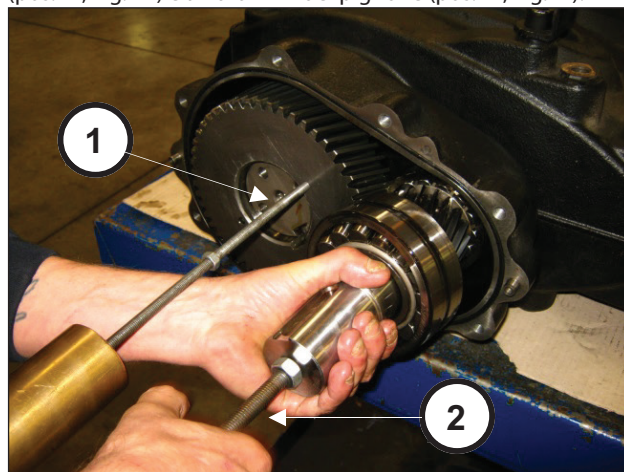

Fig. 12
Per poter rimuovere il gruppo pignone + corona è necessario applicare delle masse battenti ai 2 fori M8 della corona (pos. ①, Fig. 12) e al foro M12 del pignone (pos. ②, Fig. 12).